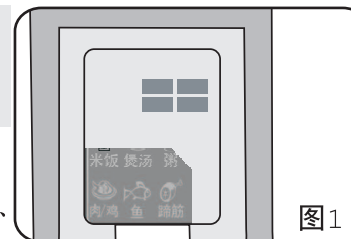

图10
- 1、接通电源,LCD显示屏显示“--:--”(见图10),表示电压力煲已进入准备工作状态,不同的菜单功能下的烹饪时间与默认保压时间,如下表所示: